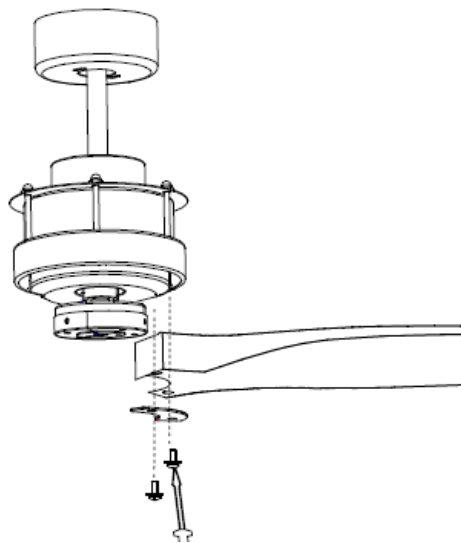

Fig. 8
- Steek de schroeven van de ventilatorbladen door de ventilatorbladenkit en bevestig vervolgens het ventilatorblad aan de motor door de 2 schroeven vast te draaien. Fig.8